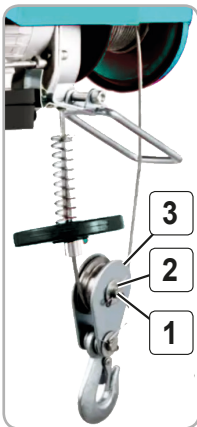

Fig.13
**Ridicare sarcină cu linie dublă (Fig.13,14)**